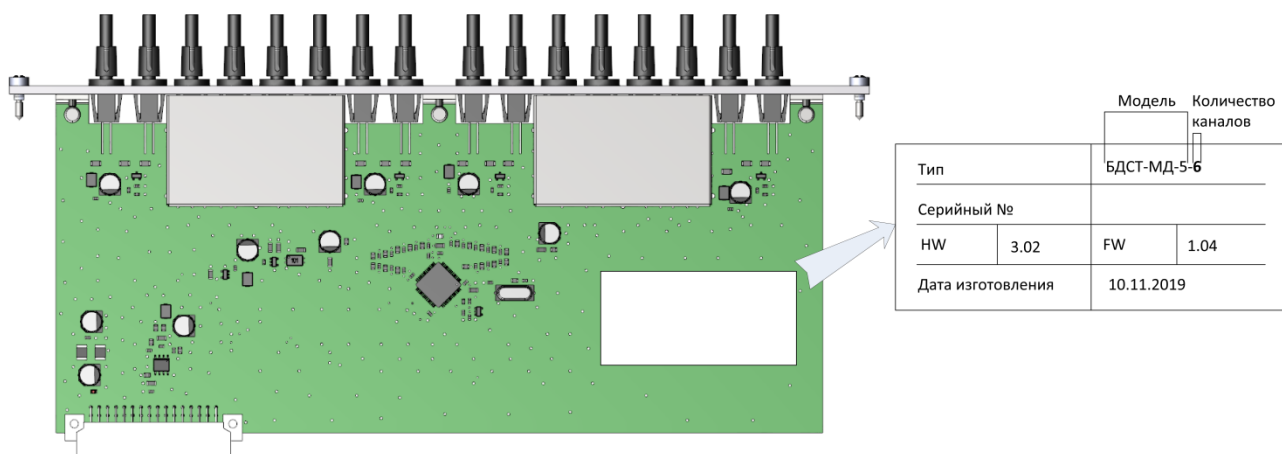

Рисунок 3.3 – Маркировка блока БДСТ
- в) Руководствуясь содержимым п. 3.4.1 в части демонтажа блоков снимите панели-заглушки на требуемых посадочных местах. Если в устройстве установлен блок БДСТ с числом каналов для подключения менее 8 (крайний правый в ряду), то потребуются его демонтаж. В ряде случаев в устройстве может быть установлен БДСТ имеющий 8 каналов, но программно настроенный на меньшее количество каналов. Количество поддерживаемых БДСТ каналов может быть уточнено по специальной маркировке, нанесенной на плату блока (см. рис.3.3).